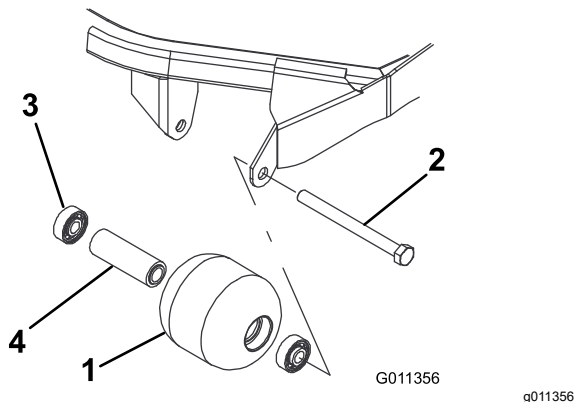

Figure 71
1. Retirez le boulon de fixation du galet (Figure 71).
1. Enfoncez le premier roulement dans le logement à la presse (Figure 71). Exercez la pression uniquement sur la bague extérieure ou uniformément sur les bagues intérieure et extérieure.
2. Insérez l'entretoise (Figure 71).
3. Enfoncez le second roulement dans le logement à la presse (Figure 71). Exercez une pression uniforme sur les bagues intérieure et extérieure jusqu'à ce que la bague intérieure rencontre la douille d'écartement.